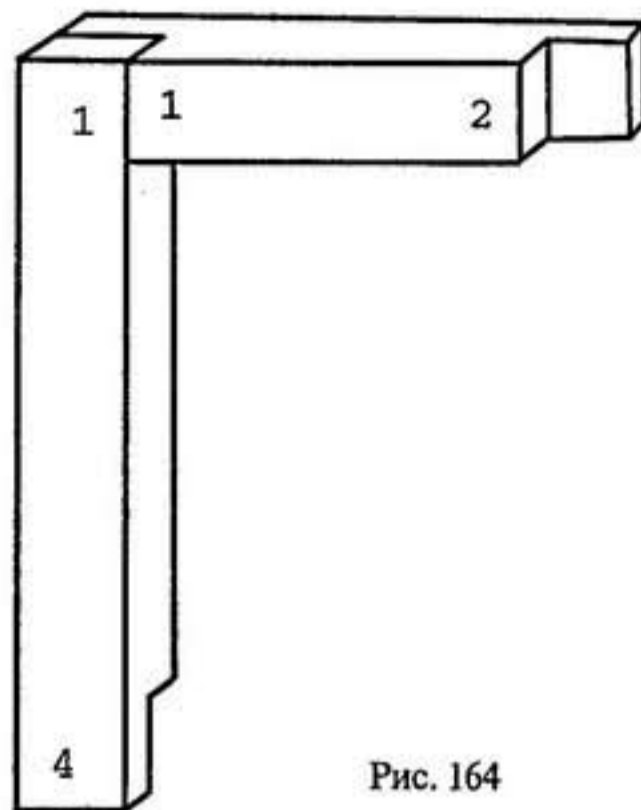

Рис. 164
7. После скалывания с помощью напильника обработайте соединяемые поверхности, тщательно подогнав их друг к другу по высоте и обеспечив точное прилегание деталей (рис. 164).